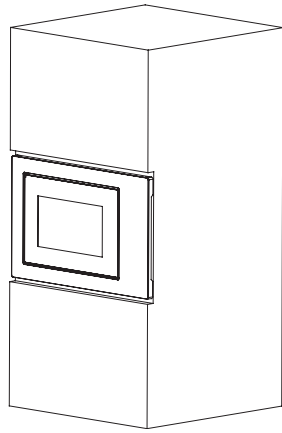

Fig.2
b) Empuje el microondas hasta el final. (Fig.2)